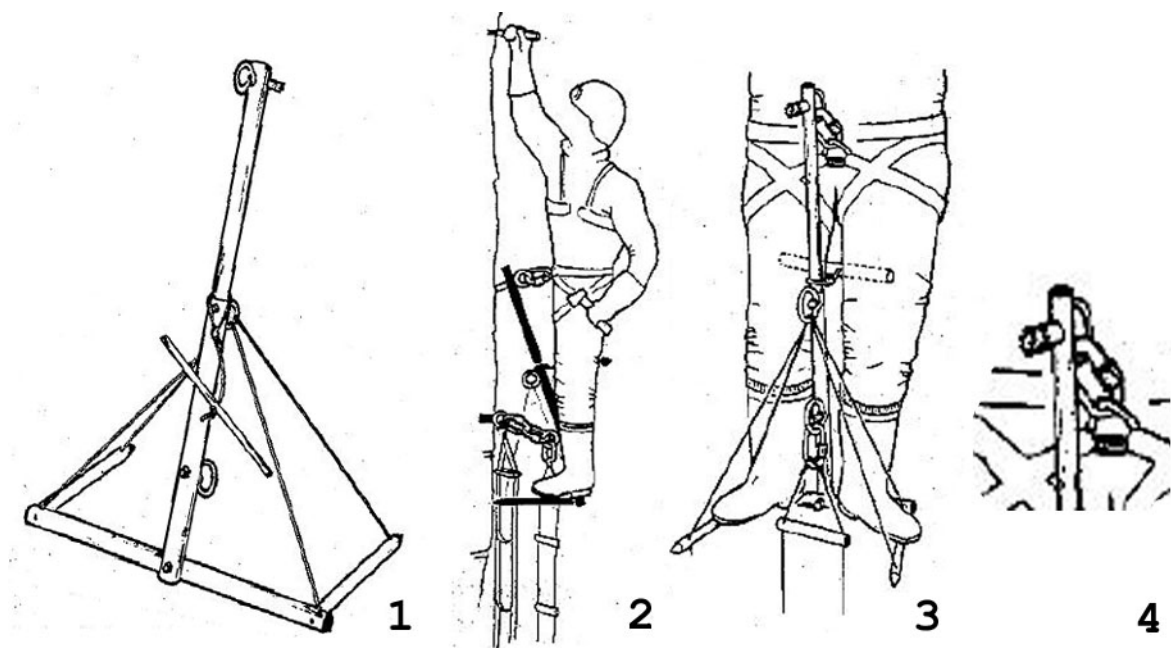

Рис.76. Положение на платформе Рокура и прикрепление беседкой к шесту:
9. Пристегнемся беседкой к верху шеста и приведем себя в порядок (**Рис. 76**).